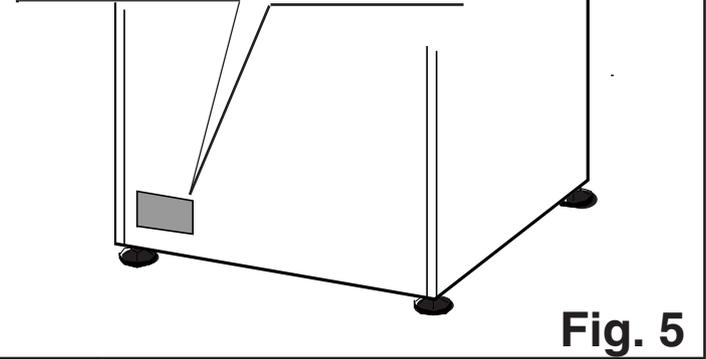

Fig. 5
- Antes de efectuar a ligação eléctrica verificar que os dados relativos a linha de alimentação correspondem àqueles indicados na placa de identificação (pos.9 Fig.5) e que o interruptor geral de alimentação eléctrica posicionado na parte posterior da máquina esteja desligado, "O" OFF.
- Ligar o cabo (14) de alimentação eléctrica ao interruptor geral posicionado atrás da máquina.
- Ligar o fio terra equipotencial ao borne (15).